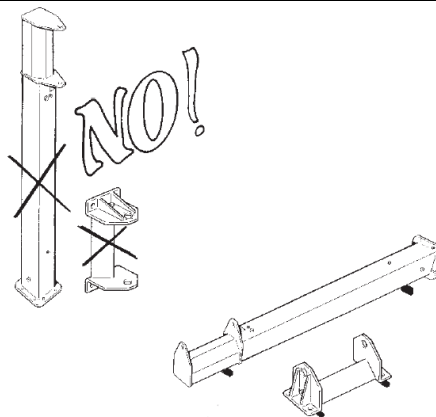

Abb. 12
- Alle Teile oder Komponenten müssen in allen Handling-, Transport- und Lagerungsphasen stabil positioniert oder befestigt werden und dürfen nicht gekippt oder aufrecht oder auf die Seite gestellt werden (Abb. 12).